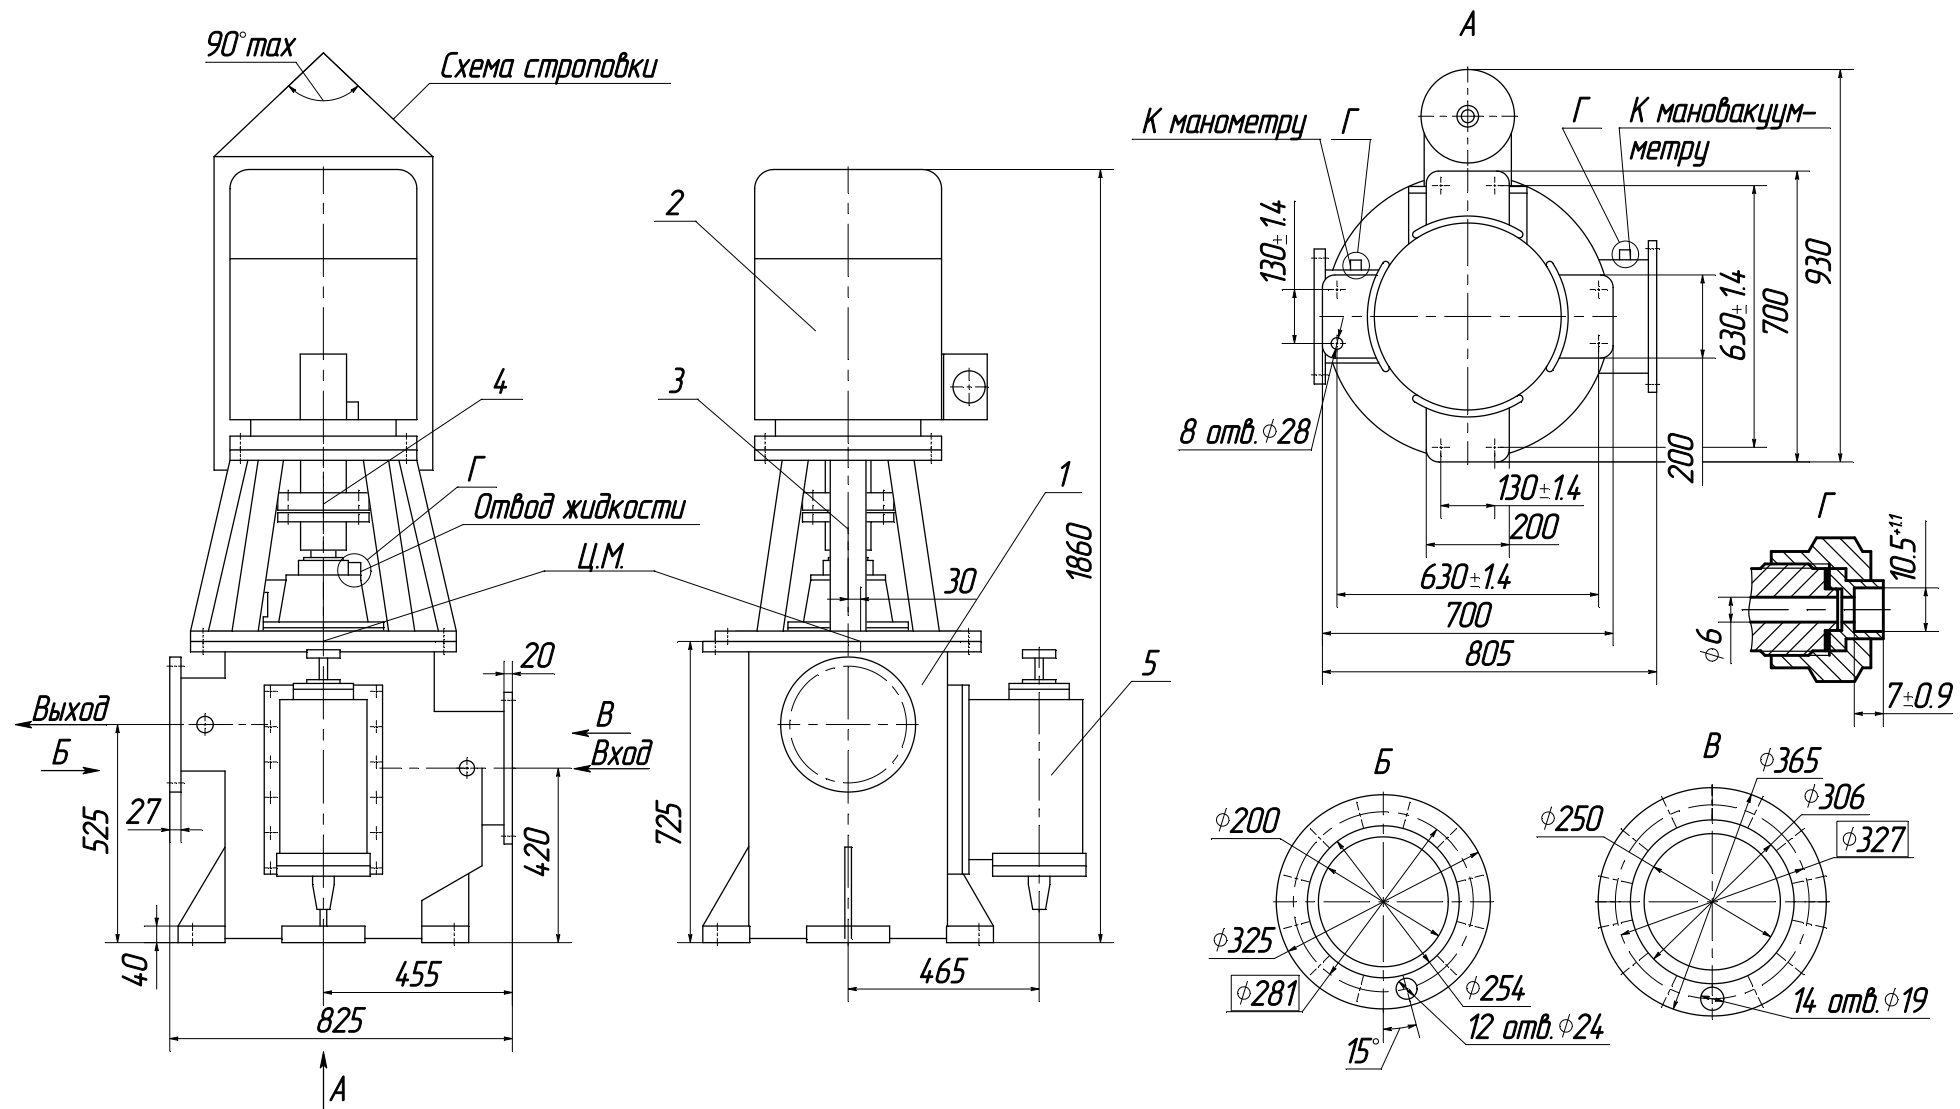

Рис. 1 Агрегат электронасосный А1 3В 400/16-160/4Б
5.2 При подъеме и установке агрегата на фундамент строповку производить по схеме, указанной на рис. 1, 2.
Рис. 1а Агрегат электронасосный А1 3В 400/16-80/4Б
При погрузке и выгрузке упакованные электронасосные агрегаты следует поднимать за места, указанные на ящике, а распакованные согласно схемы строповки, указанной на рис. 1, 2.